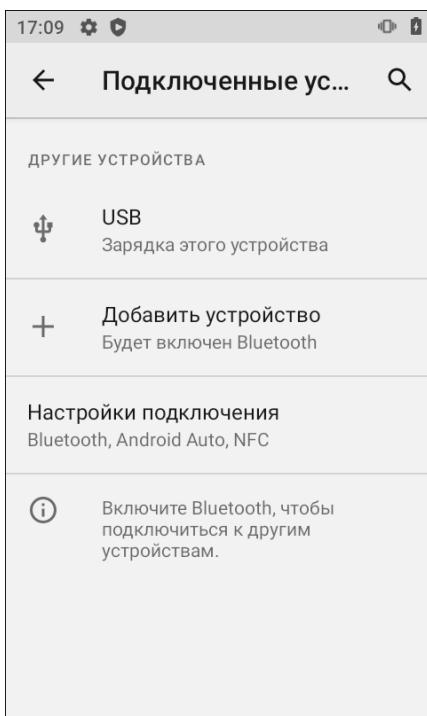
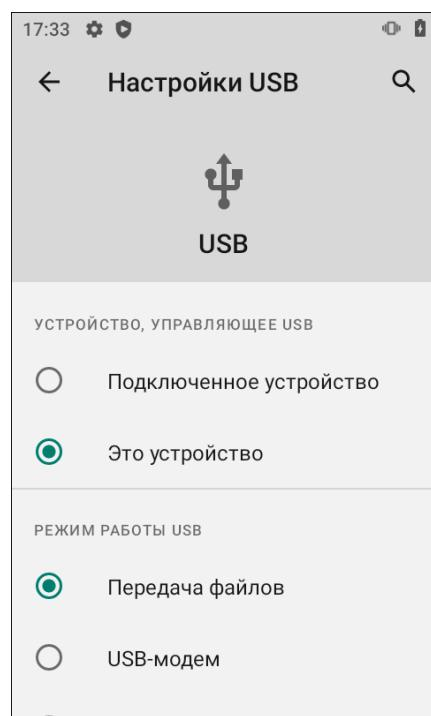

Рисунок 37. Раздел **Подключенные устройства**
Рисунок 38. Настройка режима работы USB
- 2 Перейти в раздел **Настройки** (см. рисунок 21, а) —> —> **Подключенные устройства** (см. рисунок 23) —> **USB** (см. рисунок 37). Затем в разделе **Настройки USB** выбрать пункт **Передача файлов** (см. рисунок 38).